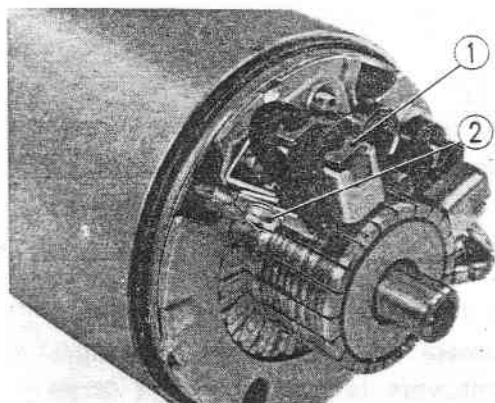

Fig. 9-5 ① Balai ② Vis de fixation
4. Dévisser les vis de fixation des balais et séparer les balais des porte-balais. (Fig. 9-5)